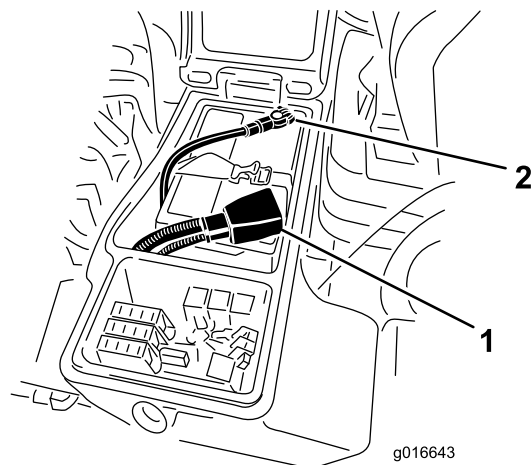

Bild 57
4. Klemmen Sie das Pluskabel (Rot) am Pluspol (+) der Batterie und das Minuskabel (Schwarz) am Minuspol (-) der Batterie an (Bild 57). Befestigen Sie die Kabel mit Kopfschrauben und Muttern an den Polen. Stellen Sie sicher, dass die Plusklemme (+) vollständig auf den Pluspol aufgezogen und das Kabel fest an die Batterie angeklemt ist. Das Kabel darf die Batterieabdeckung nicht berühren. Ziehen Sie den Gummischuh über den Pluspol, um Kurzschlüssen vorzubeugen.